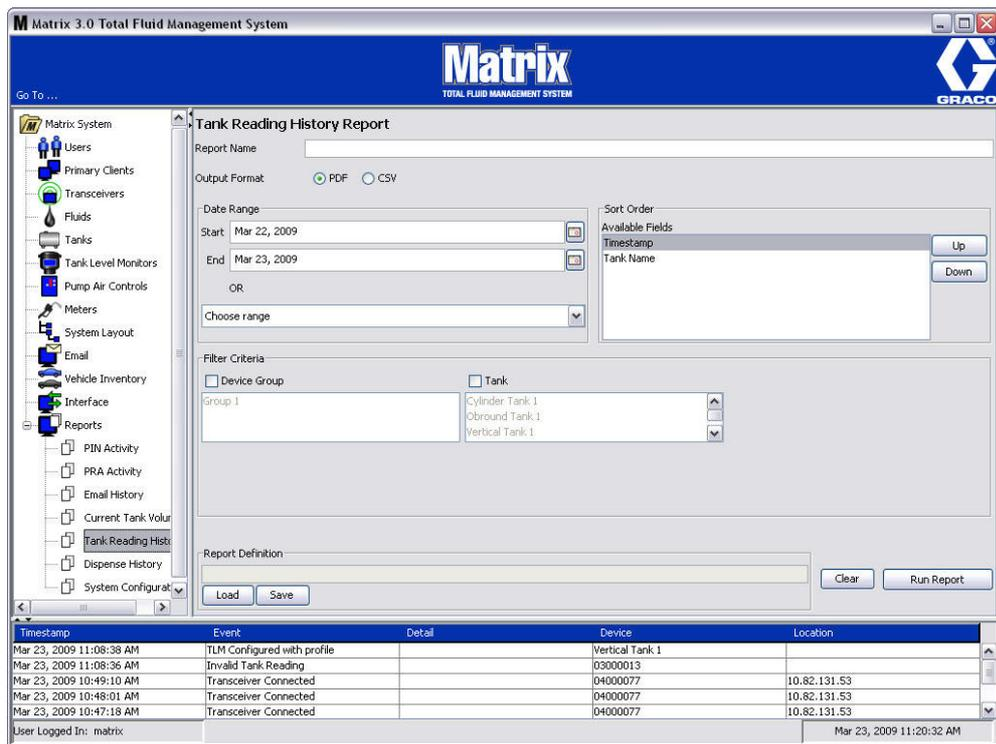

FIG. 175
- **Cronologia lettura serbatoio (FIG. 175)**